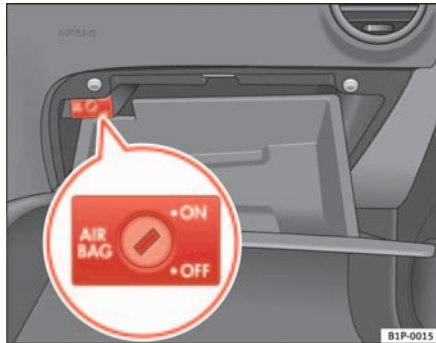

Abb. 25 Im Handschuhkasten: Schüsselschalter zum Ab- und Einschalten der Airbags auf der Beifahrerseite
- Drehen Sie mit dem Zündschlüssel den Schüsselschalter im Handschuhfach in die Position **OFF** ⇒ Abb. 25.
- Drehen Sie mit dem Zündschlüssel den Schüsselschalter im Handschuhfach in die Position **ON** ⇒ Abb. 25.